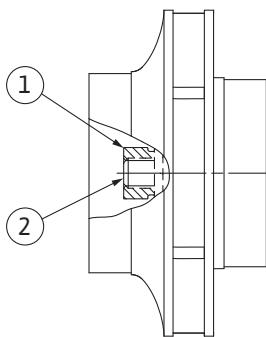

Fig. 106: Pareizs darba rata uzgriežņa stāvoklis pēc montāžas
8. Pieturiet vārpstu ar uzgriežņu atslēgu (22 mm izmērs) un pievelciet darba rata uzgriezni ar noteikumos paredzēto pievilkšanas griezes momentu (skatīt tabulu „Pievilkšanas griezes momenti“ [► 29]). Uzgriezni (Fig. 106, 1. poz.) jābūt aptuveni vienā līmenī ar vārpstas galu  $\pm 0,5$  mm (Fig. 106, 2. poz.). Ja tas tā nav, atskrūvējiet uzgriezni un atkārtojiet 4.–8. rīcības soli.